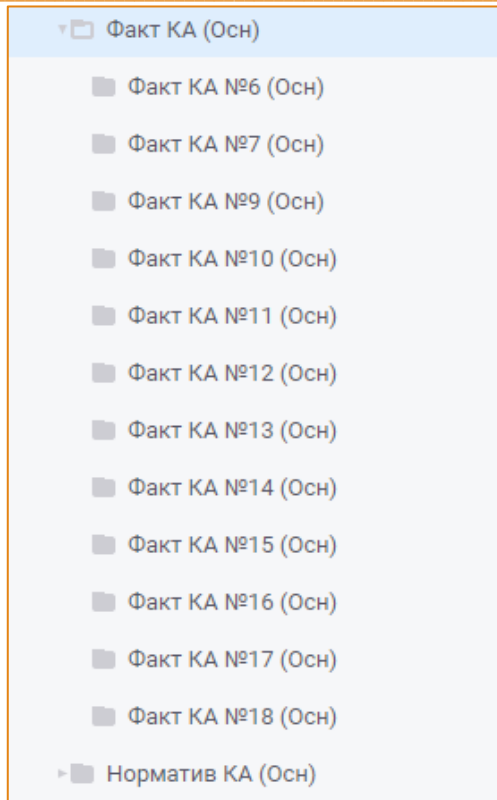

Рис. 5 – Иерархический список
2. **Иерархический список** – используется для выбора элементов, объединённых в иерархические группы. Кликком левой кнопкой мыши по узлам списка раскрываются или скрываются соответствующие группы элементов (Рис. 5).